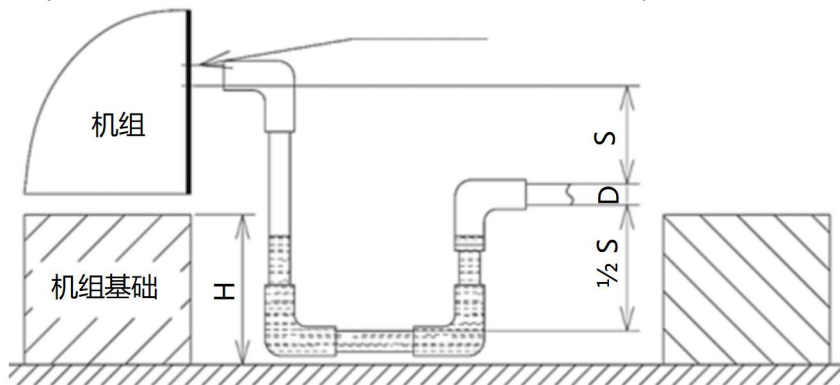

图2.11 冷凝水封安装图
- (8) 为了避免盘管过冷或过热，须设置进水与风机的联动，仅当风机开启时，才允许盘管运行；
- (9) 机组不运行时，须切断盘管供水；
- (10) 机组的冷凝水管必须安装水封，水封的高度应能满足如图2.11要求：